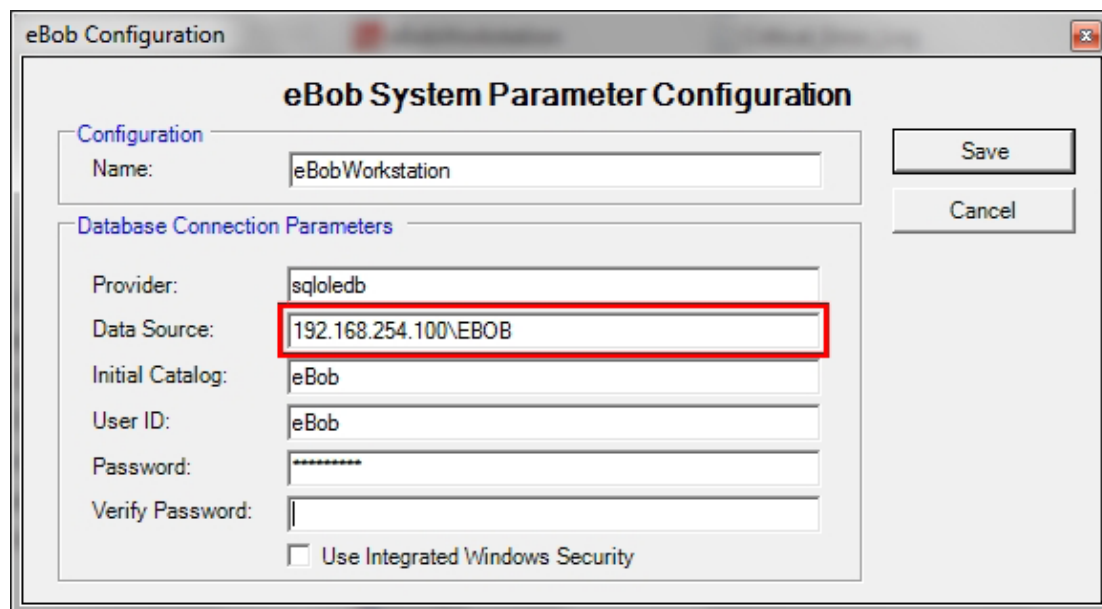

Figura 50
2. Abrir el Administrador de Seguridad de eBob en una PC que no contenga la base de datos y observe los contenidos del campo Fuente de Datos. Ver Figura 50. Esto puede necesitarse para volver a entrar en eBob después de la actualización.